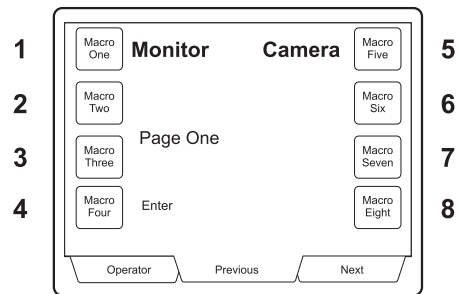

Figure 5: Numéros de référence des icônes de macros
- Les huit icônes de macros sont référencées par les numéros 1 à 8 dans le menu de configuration de macro (voir la figure 5). Entrez le numéro correspondant à l'icône à programmer (1 - 8) et appuyez sur la touche logicielle KEY ID (ID DE TOUCHE).